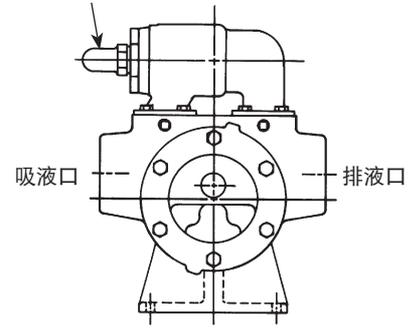

图 3
4. 溢流阀调整螺帽必须始终指向泵的吸入端。如果改变泵旋转方向，则应取下溢流阀，并将两端颠倒。请参阅图 3。